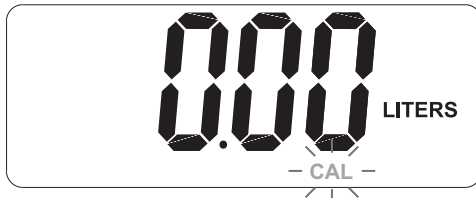

Fig. 11 CAL parpadeando; Contador listo para calibración
5. Aparece CAL parpadeando en la pantalla como se observa en FIG. 11. Realice una de las siguientes operaciones: